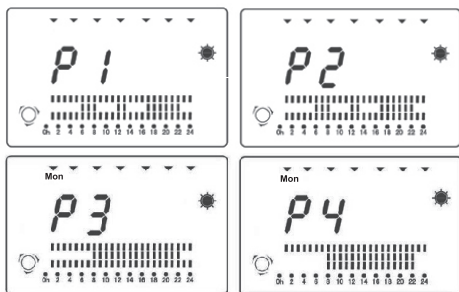

fig. 6
2. Indiferent de modul de lucru setat (în afara modului „DP”) apăsăți butonul Confirmă, pentru a selecta una dintre cele patru programe presetate P1, P2, P3 sau P4. (fig. 6)